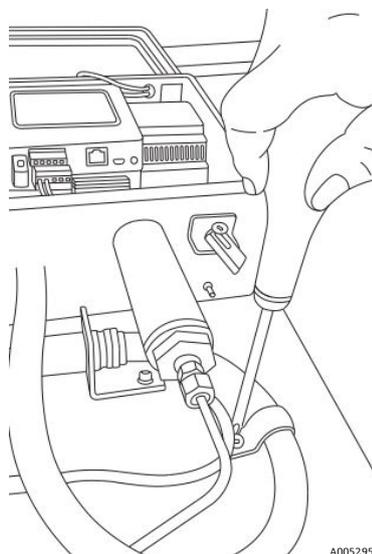

Abbildung 87. Klemme der Kabelführung entfernen
- Klemmschraube der Kabelführung mit einem Kreuzschlitzschraubendreher entfernen. Siehe Abbildung 87.